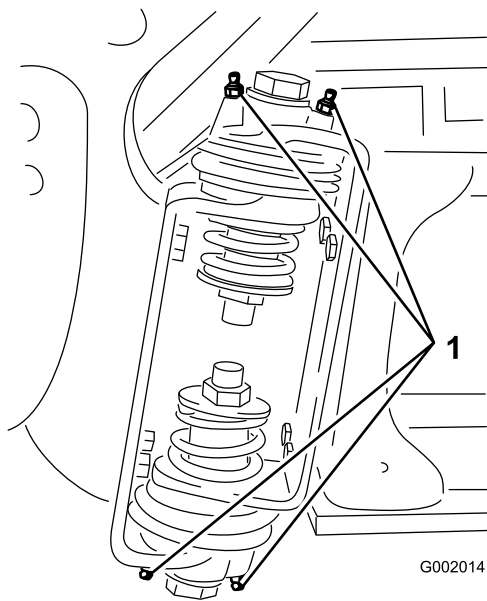

Bild 33
2. Pressen Sie Fett in die Lager oder Büchsen jedes Anschlussstückes (Bild 33).